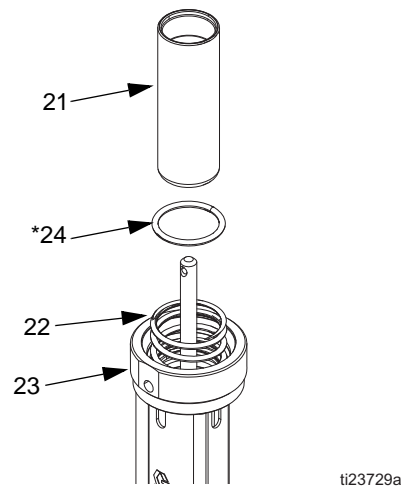

图 15
- 将气动活塞 (21) 从气动马达底座 (23) 顶部取出。拆下气动马达底座 O 形圈 (24*)。检查所有部件是否损坏，包括气动马达底座中的弹簧 (22)。参见图 15。